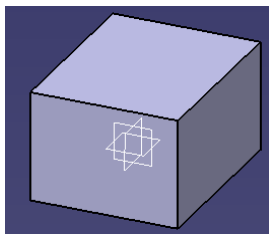

图 16-7
(4) 点击 Generate 键, 其效果如图 16-7。